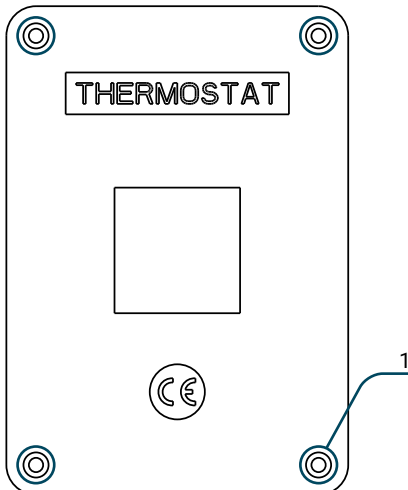

Abbildung 1
1. Die Abdeckung vom Gerät abnehmen, hierzu die 4 Befestigungsschrauben herausschrauben (Abb. 1)
1. Die Abdeckung von dem Gerät abbauen, hierzu die 4 Befestigungsschrauben herauserschrauben (Abb. 1)